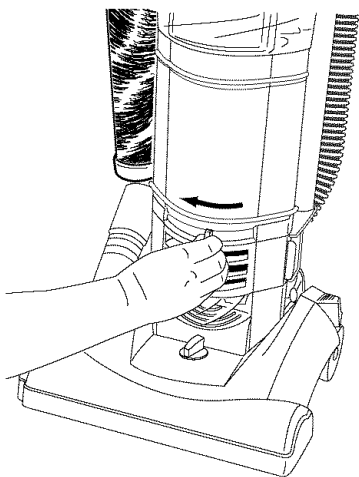

FIG. 11
**Step 1:** Remove dust cup by sliding dust cup lever from right to left (FIG. 11).
**Étape 1 :** Pour enlever le collecteur à poussière il faut pousser le levier du collecteur à poussière de droite à gauche (FIG. 11).
**Paso 1:** Quite el recipiente para polvo deslizando de derecha a izquierda la palanca del recipiente para polvo (FIG. 11).